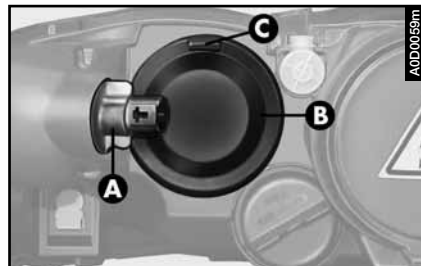

fig. 32
- girar hacia la izquierda y sacar el grupo portalámparas (**A- fig. 32**) del intermitente, sin desenchufar el conector, para aumentar el espacio de maniobra;